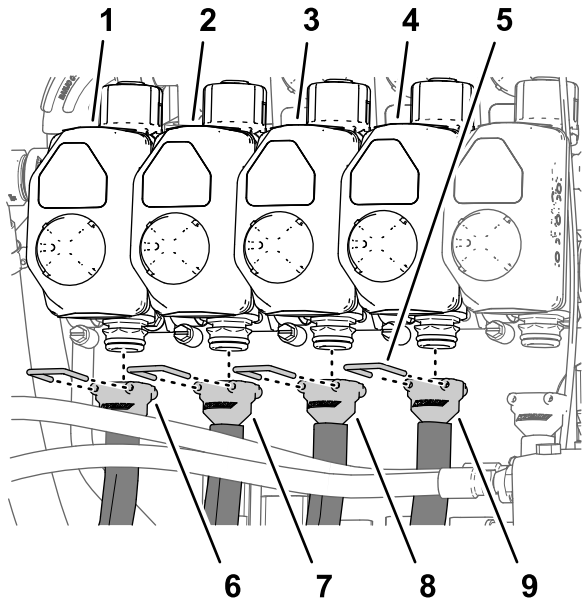
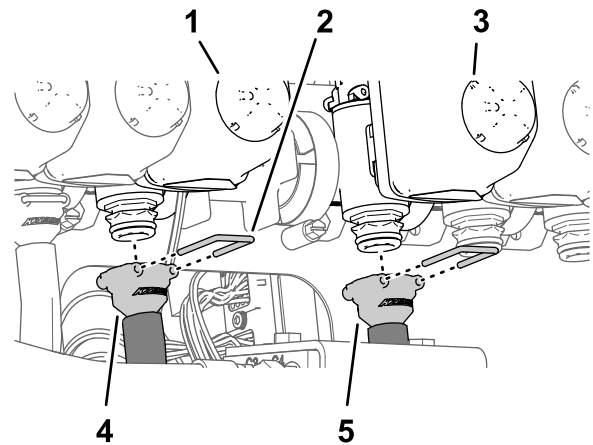
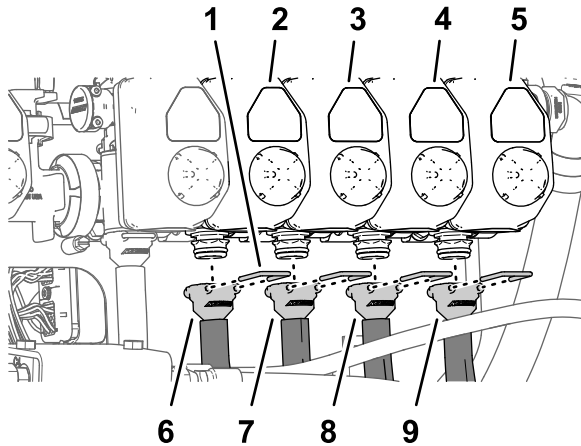

Figure 124
Figure 125
Figure 126
**Remarque:** Reportez-vous à la Figure 124 de la section Montage des flexibles sur les vannes de buse 1 à 4 (page 59), la Figure 125 de la section Montage des flexibles sur les vannes de buse 5 et 6 (page 59) et la Figure 126 de la section Montage des flexibles sur les vannes de buse 7 à 10 (page 60) pour les positions de vanne de buse.
1. Montez le raccord droit cannelé du flexible d'alimentation de 279 cm sur le raccord de la vanne de buse 1 (Figure 124).
2. Fixez le raccord cannelé au raccord de vanne avec un étrier (Figure 124).
3. Montez le raccord droit cannelé du flexible d'alimentation de 234 cm sur le raccord de la vanne de buse 2 (Figure 124).
4. Fixez le raccord cannelé au raccord de vanne avec un étrier (Figure 124).
5. Montez le raccord droit cannelé du flexible d'alimentation de 188 cm sur le raccord de la vanne de buse 3 (Figure 124).
6. Fixez le raccord cannelé au raccord de vanne avec un étrier (Figure 124).
7. Montez le raccord droit cannelé du flexible d'alimentation de 188 cm sur le raccord de la vanne de buse 4 (Figure 124).
8. Fixez le raccord cannelé au raccord de vanne avec un étrier (Figure 124).
1. Montez le raccord droit cannelé du flexible d'alimentation de 81 cm sur le raccord de la vanne de buse 5 (Figure 125).
2. Fixez le raccord cannelé au raccord de vanne avec un étrier (Figure 125).
3. Montez le raccord droit cannelé du flexible d'alimentation de 81 cm sur le raccord de la vanne de buse 6 (Figure 125).
4. Fixez le raccord cannelé au raccord de vanne avec un étrier (Figure 125).
1. Montez le raccord droit cannelé du flexible d'alimentation de 188 cm sur le raccord de la vanne de buse 7 (Figure 126).
2. Fixez le raccord cannelé au raccord de vanne avec un étrier (Figure 126).
3. Montez le raccord droit cannelé du flexible d'alimentation de 188 cm sur le raccord de la vanne de buse 8 (Figure 126).
4. Fixez le raccord cannelé au raccord de vanne avec un étrier (Figure 126).
5. Montez le raccord droit cannelé du flexible d'alimentation de 234 cm sur le raccord de la vanne de buse 9 (Figure 126).
6. Fixez le raccord cannelé au raccord de vanne avec un étrier (Figure 126).
7. Montez le raccord droit cannelé du flexible d'alimentation de 279 cm sur le raccord de la vanne de buse 10 (Figure 126).
8. Fixez le raccord cannelé au raccord de vanne avec un étrier (Figure 126).